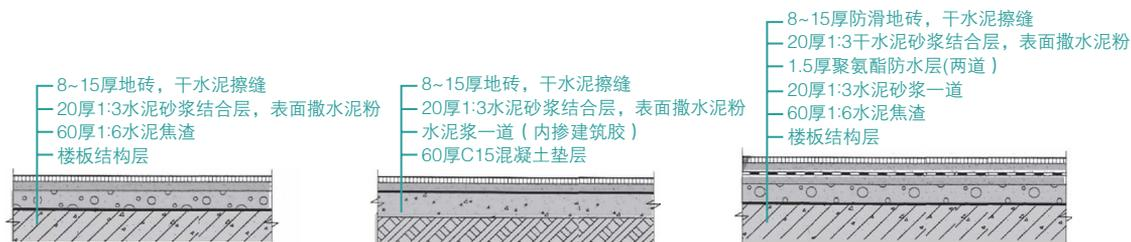

图11-10 一些地砖工程地面构造做法
- ① 地砖缝内的砂浆要光滑密实。
- ② 地砖勾缝可以采用1:1水泥细砂浆来进行，并且缝内深度大约为地砖厚的1/3。
- ③ 地砖施工时，不要在刚铺贴好的地砖面层上进行切割等操作。
- ④ 地砖施工时，施工的工具、盛器等不要碰坏地砖面层。
- ⑤ 地砖施工时，需要注意保护有关材料、设备设施。
- ⑥ 地砖施工中，一般是铺完2~3行，拉线检查缝格的平直度，如果发现不对，则要及时拔缝、修整好、拍实。也就是说，拔缝、修整必须在结合层凝结前完成。
- ⑦ 刚铺贴好的地砖砂浆抗压强度要达到1.2MPa或者以上，才可以在其上走人。
- ⑧ 如果地漏安装过高或+0.5m水平控制线不准，则可能会使卫浴间出现泛水过小、局部倒坡等现象。
- ⑨ 如果地砖缝为很小的缝，则接缝一般要平直，并且可以用浆壶往缝内浇水泥浆，再用干水泥撒在缝上，用棉纱团擦揉擦满，然后把面层上的水泥浆擦净即可。
- ⑩ 如果防水层过厚或结合层过厚，则可能会使地面标高错误。
- ⑪ 一些地砖工程地面构造做法如图11-10所示。